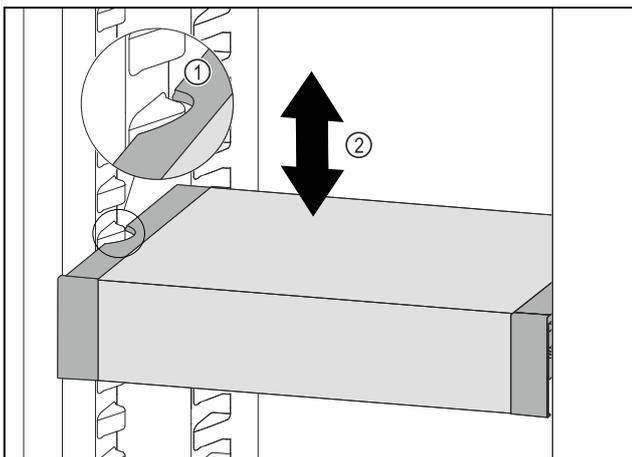

Fig. 100
- ▶ Tirare VarioSafe in avanti fino a quando le cavità laterali di VarioSafe non si trovano al livello della nervatura del contenitore nel vano frigorifero. Fig. 100 (1)
- ▶ Spostare VarioSafe verso l'alto o verso il basso nel vano frigorifero fino a raggiungere l'altezza desiderata. Fig. 100 (2)